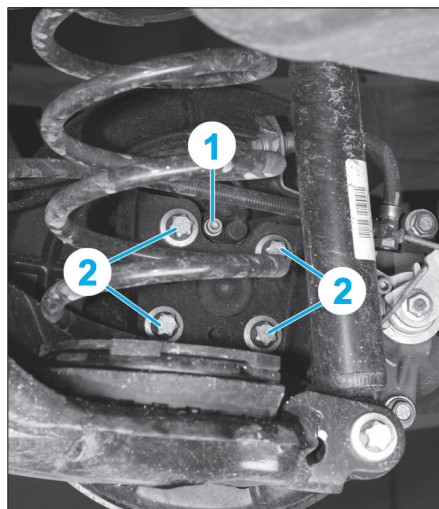

Fig. 25
- Déposer le capteur ABS (1) de la fusée (Fig.25).
- Déposer les vis (2) puis la fusée.